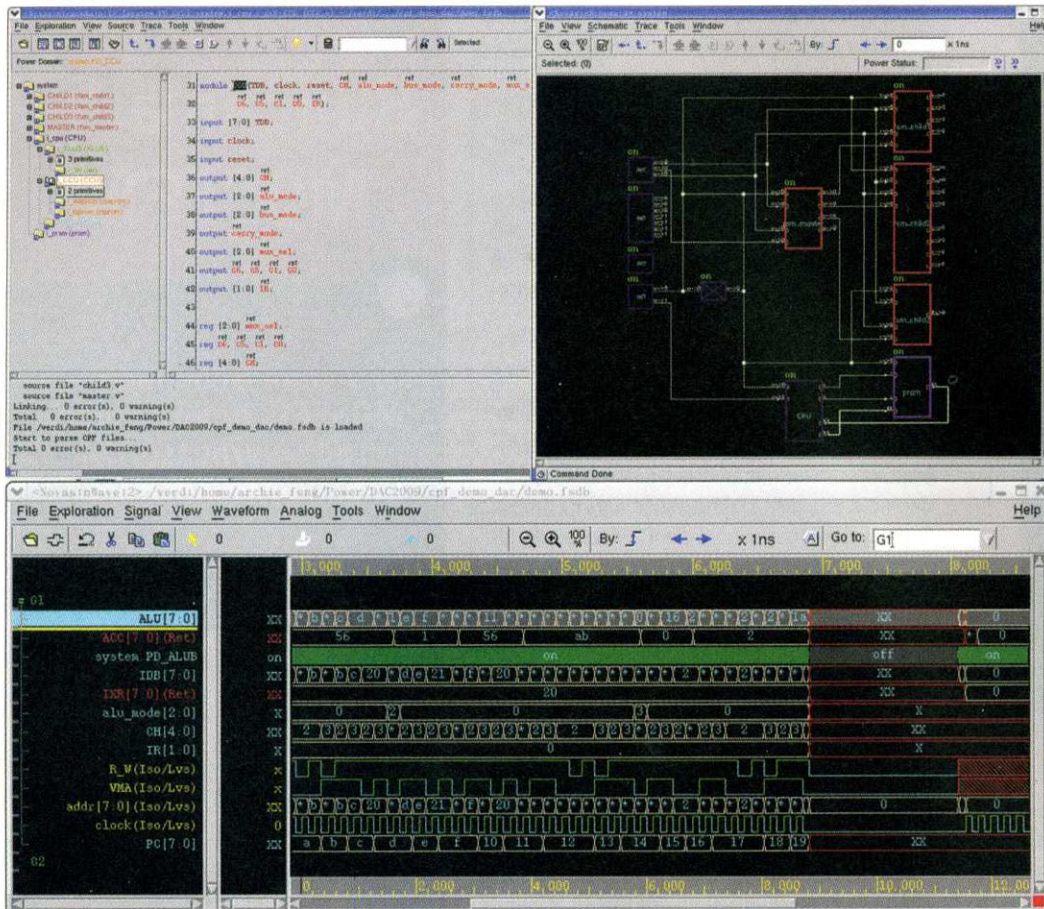

Bild 3: Eine Debug-Umgebung wie das »Verdi Automated Debug System« von Springsoft dient auch der Analyse und Behebung von Power-Management-Fehlern
- Eine Visualisierung von Spannungseinseln und Power-Status bzw. -Modi (Bild 3).